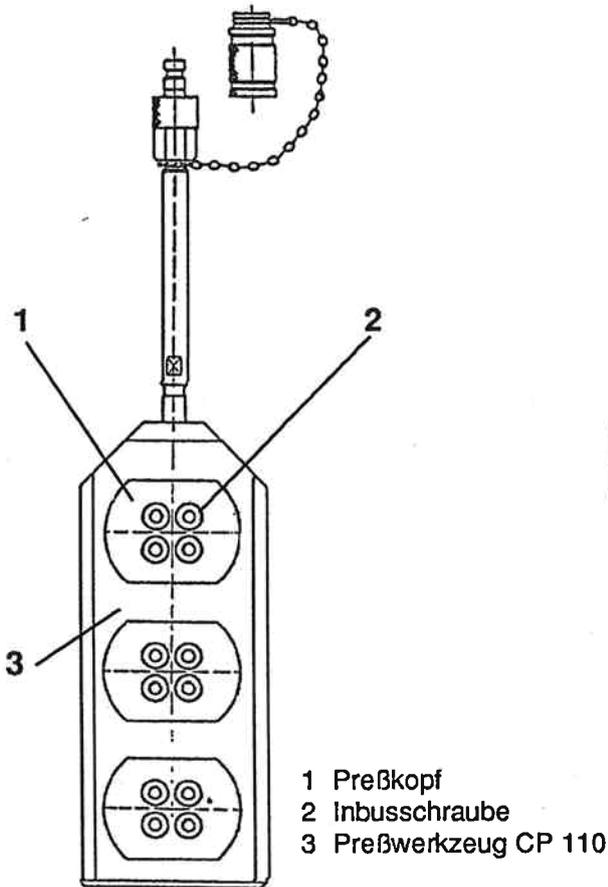

Abb. 7-2 Preßkopf vom CP 110 auswechseln
1. Vier Inbusschrauben M 8 x 30 (2, Abb. 7-2)
2. Preßkopf (1) abnehmen.
Preßkopf korrekt nach Abb. 7-2 einsetzen